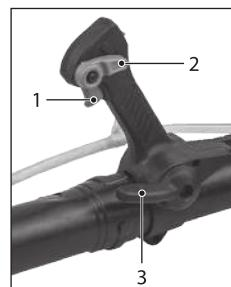

Рис. 27
2. Настройте регулятор подачи порошкового распыляемого вещества 3 (рис. 27). Поверните регулятор против часовой стрелки для увеличения концентрации распыляемого вещества в потоке. Поверните регулятор по часовой стрелке для уменьшения концентрации распыляемого вещества в потоке.
3. Нажмите на курок газа 1 (рис. 27) и приступайте к работе.
4. Установите регулятор подачи порошкового распыляемого вещества в положение «Закрыто» 3 (рис. 27).